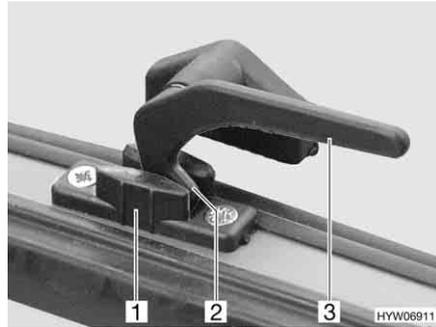

Fig. 52 Palanca de bloqueo en la posición de "ventilación continua"
- En la posición "ventilación continua" (Fig. 52)
- Girar la palanca de bloqueo (Fig. 52,3) un cuarto de vuelta hacia la mitad de la ventana.
- Girar la palanca de bloqueo un cuarto de vuelta hacia el marco de la ventana. El saliente de bloqueo (Fig. 52,2) se ha de introducir para ello en el rebaje del bloqueo de la ventana (Fig. 52,1).